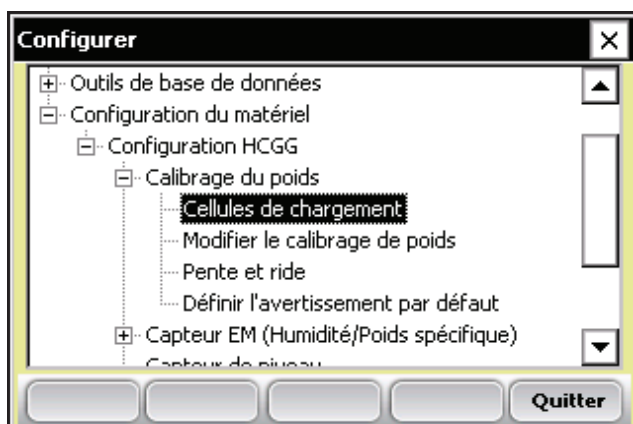

Figure 3-2 : L'option Cellules de chargement du menu Configurer est sélectionnée
5. Sélectionnez ***Cellules de chargement*** comme sur la Figure 3-2. Suivez les instructions à l'écran.